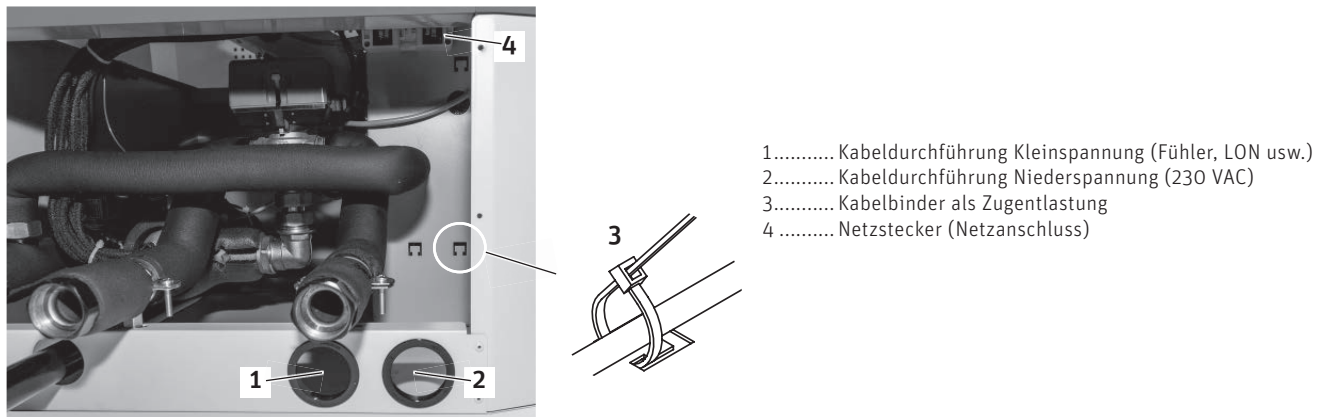

Fig. 20 Kabeldurchführungen – Ansicht von unten
- ▶ Der Anschluss an die Anschlussleisten (schraubenlose Käfig-Federzugklemmen) soll mit feindrähtigen PVC-Schlauchleitungen erfolgen. Die Kabel können von unten durch die Kabeldurchführungen verlegt werden – Fig. 20.
- ▶ Auf die getrennte Führung der Kleinspannungsleitung (0–12 VDC) und der Niederspannungsleitung (230 VAC) ist zu achten! Kabel in die vorhandenen Kabeldurchführungen verlegen – Fig. 20.